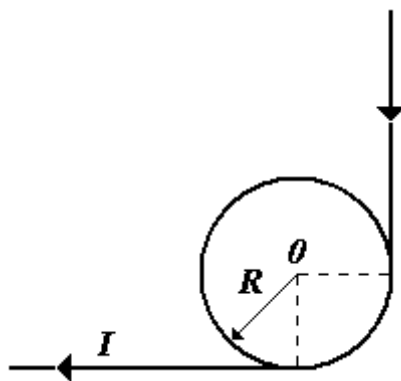

Рис.15
8. Электрический ток I протекает по бесконечному проводу, изогнутому как показано на рис.15. Определите индукцию магнитного поля \vec{B} в центре окружности O (её радиус R).